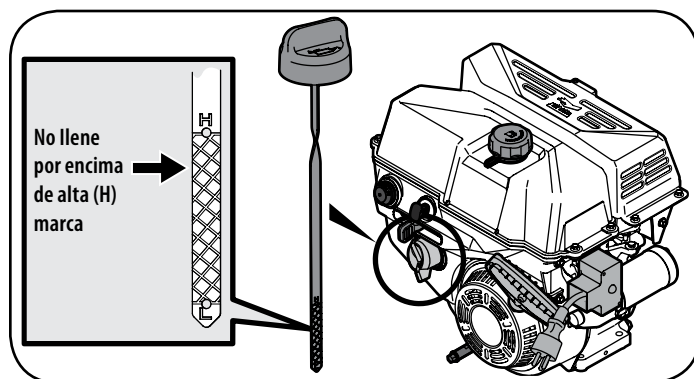
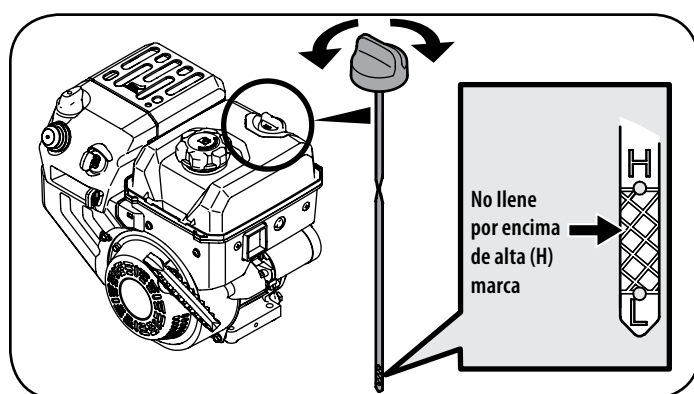

Figura 41
Figura 42
- Retire el tapón de llenado de aceite. Si el nivel está bajo, agregue aceite lentamente hasta registros de nivel del aceite entre alto (H) y bajo (L). Vea la Figura 41 o Figura 42.